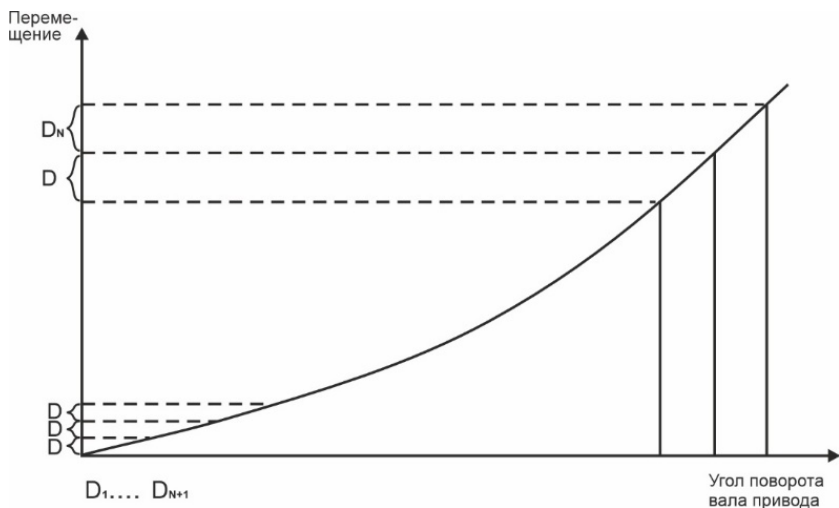

Рисунок 73 - Зависимость перемещения от угла поворота вала
*Пример: при повороте датчика на 0,09° приращение контролируемой части может составлять 0,2 мм. На различных участках кривой зависимости показаний датчика от перемещения подвижной части приращения могут быть разными (рисунок 73).*